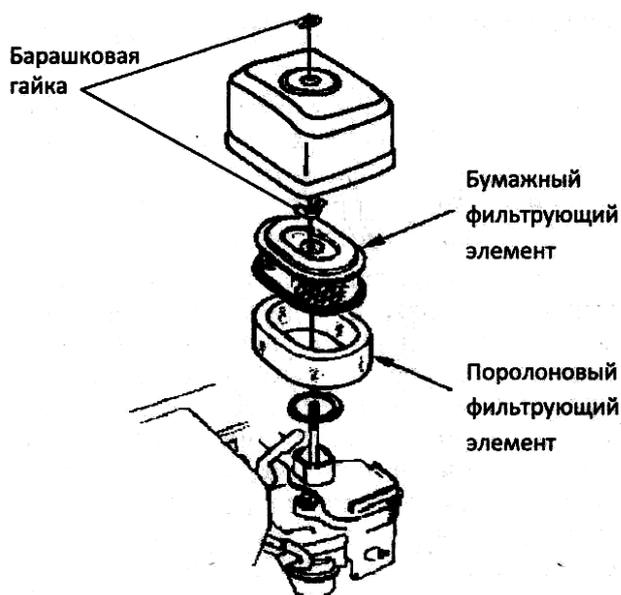

Рисунок 2.24 – Последовательность очистки воздушного фильтра
1. Отверните барашковую гайку и снимите крышку воздухоочистителя. Выньте фильтрующие элементы и отделите их друг от друга. Осторожно осмотрите оба элемента, чтобы убедиться в отсутствии отверстий и других повреждений. При необходимости замените фильтрующие элементы (рис. 2.24).